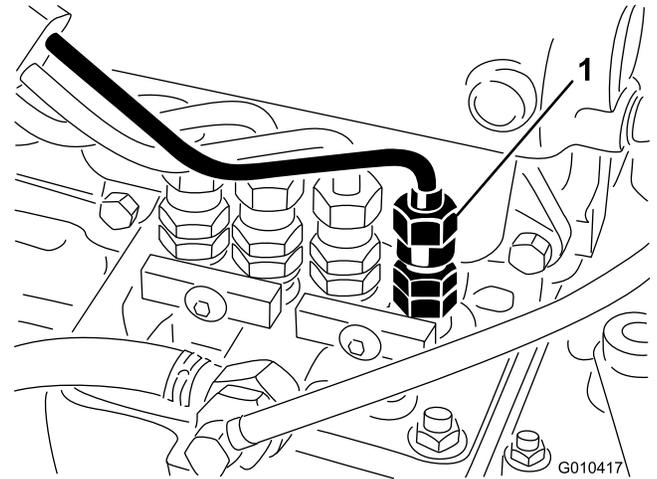

Figura 62
1. Afloje la conexión entre el tubo y el conjunto de la boquilla y soporte del inyector N° 1 en la bomba de inyección (Figura 62).